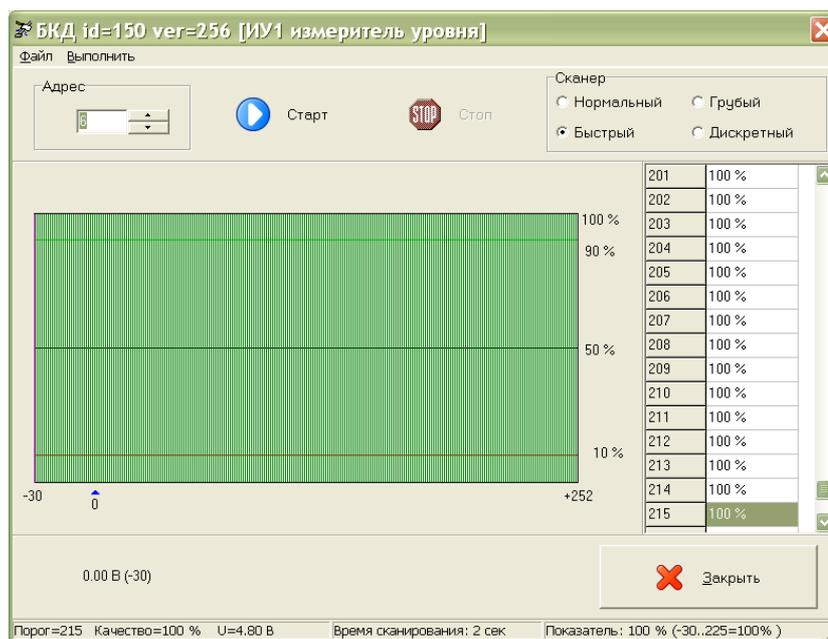

Рисунок 25
- 5) Проверить качество связи в СОС-95 между БКД-М и ИУ (рисунок 25). Для исправного ИУ качество связи должно быть 100% на всем диапазоне порогов приема БКД-М.